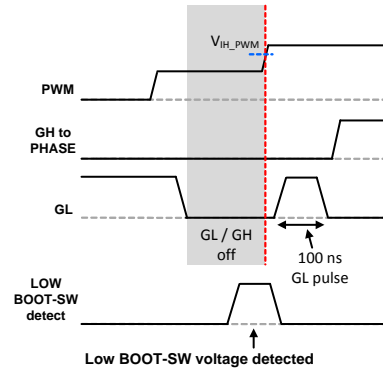

图 30. 检测到较低的 BOOT-SW 电压并且 PWM 从三态变为高电平
- 如果该部分以较低的 BOOT-SW 电压退出三态状况并且控制器发出 PWM=HIGH 的指令，SPS 会输出一个 100 ns 的 GL 脉冲并且执行 PWM=HIGH 指令（参见图 30）。